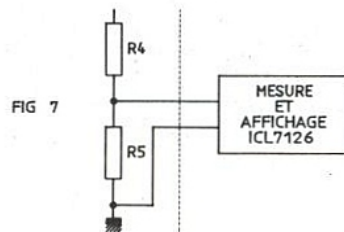

Figure 8
2) avec un circuit classique Intersil, **figure 8**.